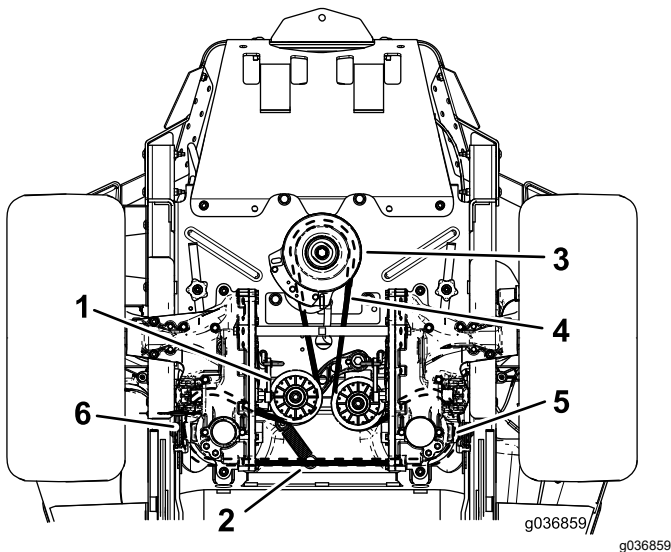

Figure 101
4. Soulevez la machine sur des chandelles (Figure 101).
6. Décrochez le ressort de la poulie de tension du tenon (Figure 101).
8. Placez une courroie neuve sur la poulie du moteur et les 2 poulies de la pompe hydraulique (Figure 101).